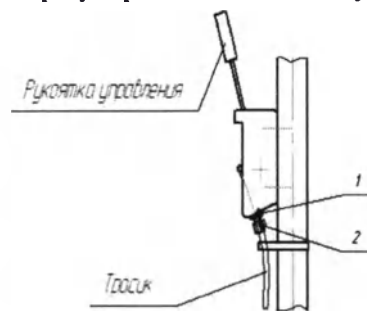

Рис.2 Регулировка механизма управления работой УГП
1. Расфиксируйте контргайку 1 (см. рис.2) натяжения тросика.